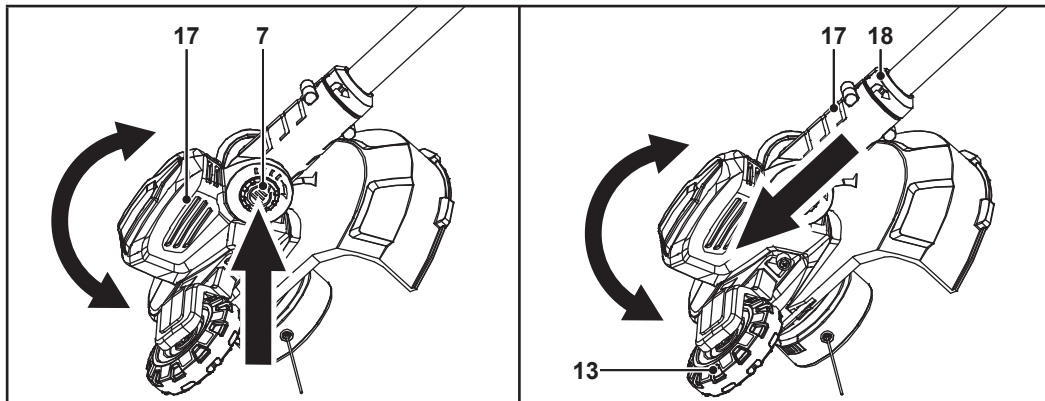

Fig. 6
**NOTA:** El ángulo de inclinación del cabezal de corte (17) se puede ajustar en 4 posiciones.
1. Pulse el botón del cabezal de corte (7) (Fig. 6).
2. Ajuste el ángulo del cabezal de corte (17) (Fig. 6).
3. Suelte el botón del cabezal de corte (7).
4. Asegúrese de que el cabezal de corte (17) queda bloqueado en su posición.
1. Saque el cabezal de corte (17) aproximadamente 1 cm del tubo de prolongación (18) (Fig. 6).